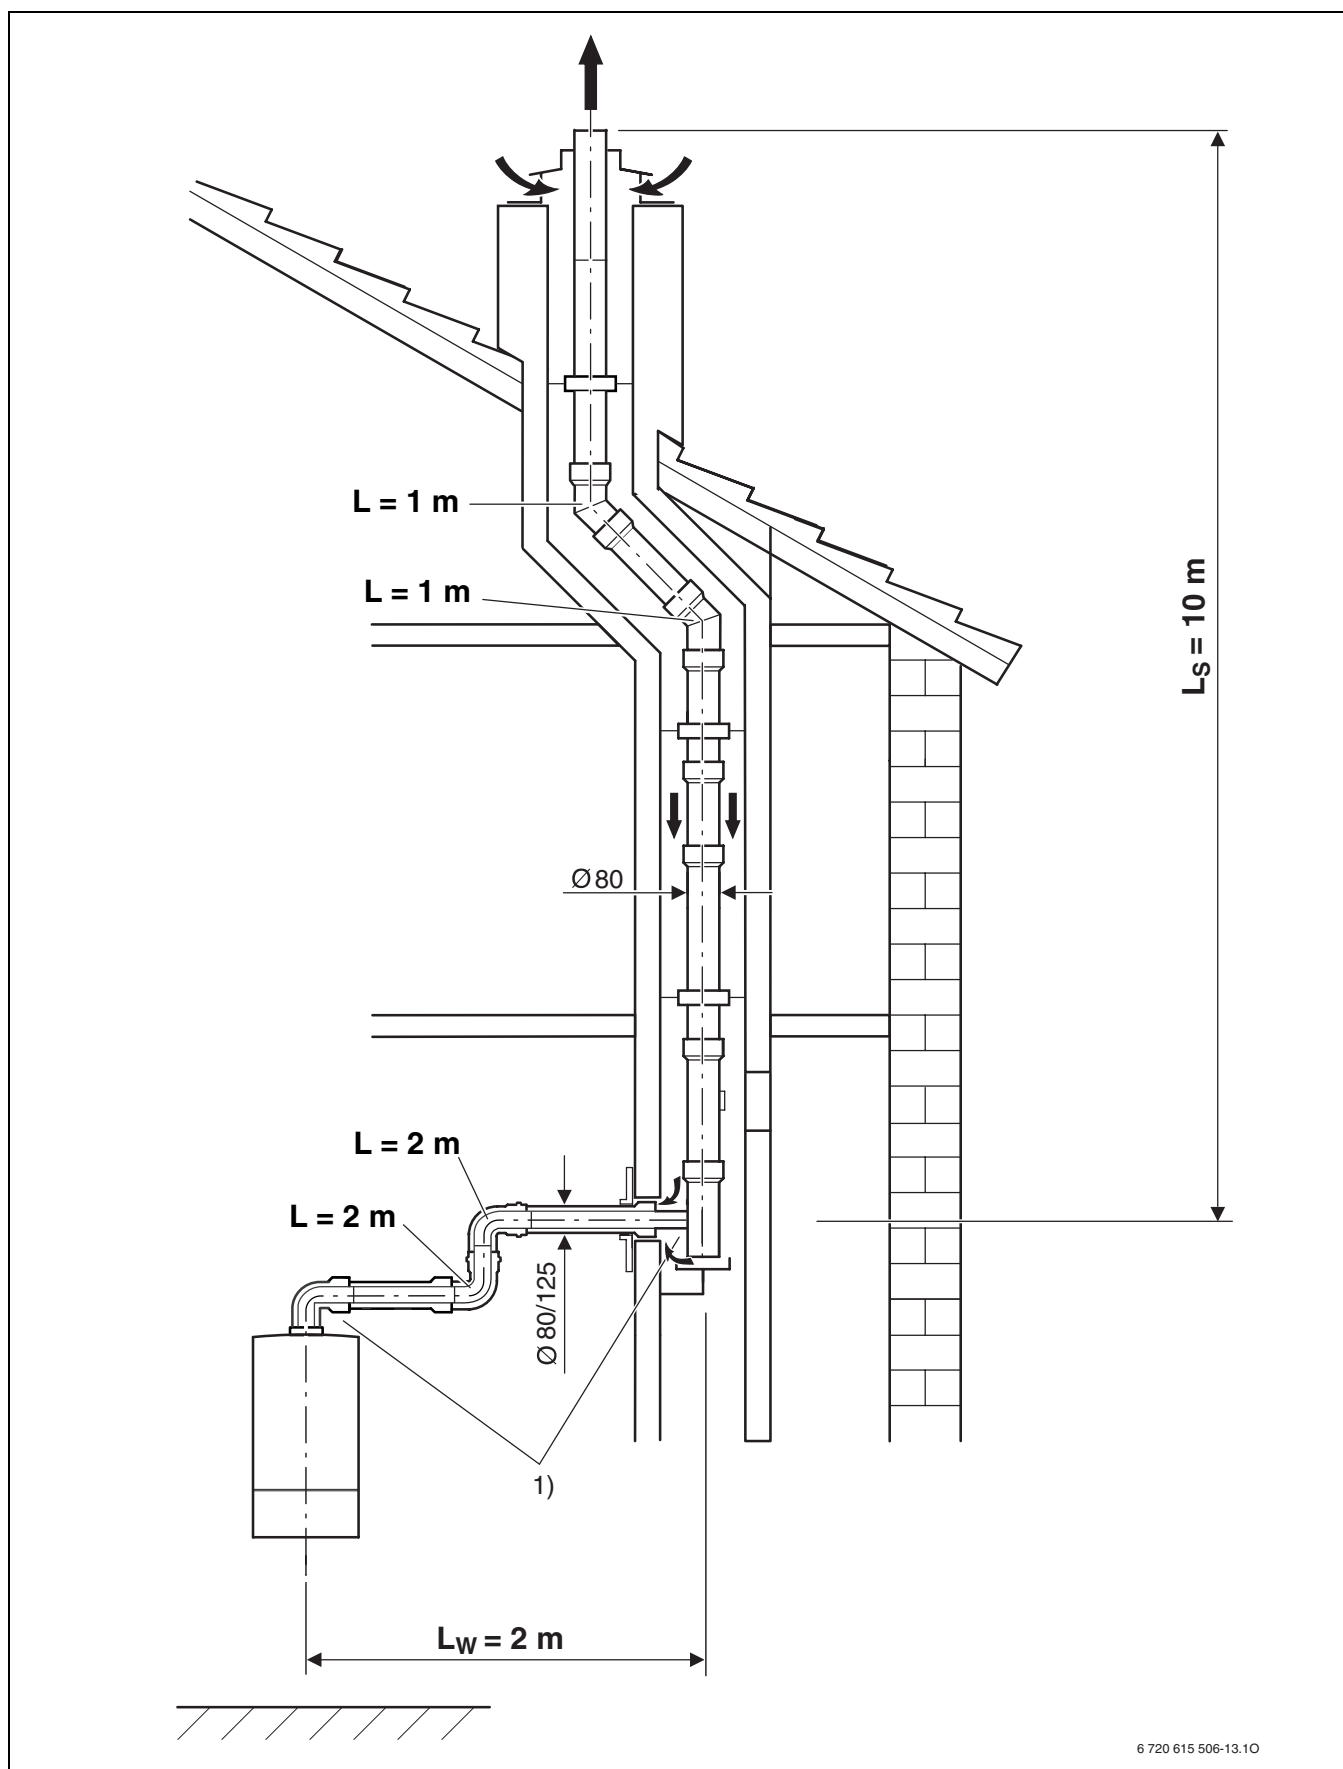

Fig. 20
5.4 Exemple de calcul des longueurs des conduits (Fig 20)